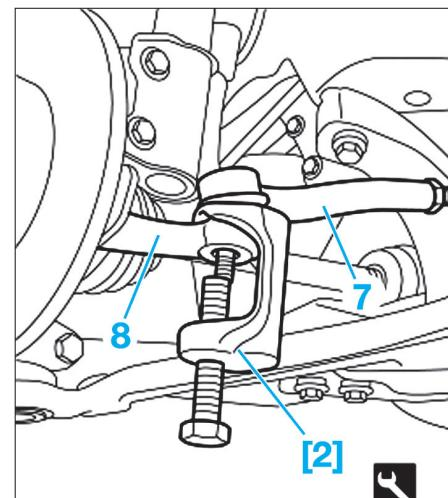

Fig. 5
- [2]. Extracteur réf Fiat : 1.871.000.700 (Fig.5)
- Dévisser les boulons (6) qui fixent le moyeu au montant de roue.
- A l'aide de l'outil [2], déboîter la barre de direction (7) du moyeu de roue (8) (Fig.5).